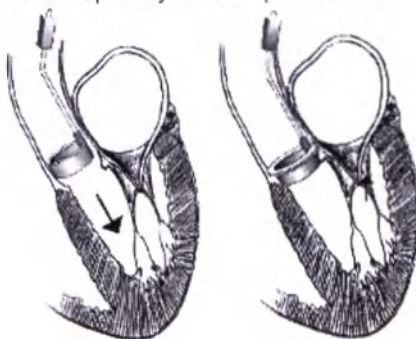

Рисунок 10. Цилиндрический конец измерителя (слева). Фланцевый конец измерителя (справа).
3. Откройте внешний лоток, как показано на рис. 10. Не прикасайтесь к стерильной крышке внутреннего лотка.